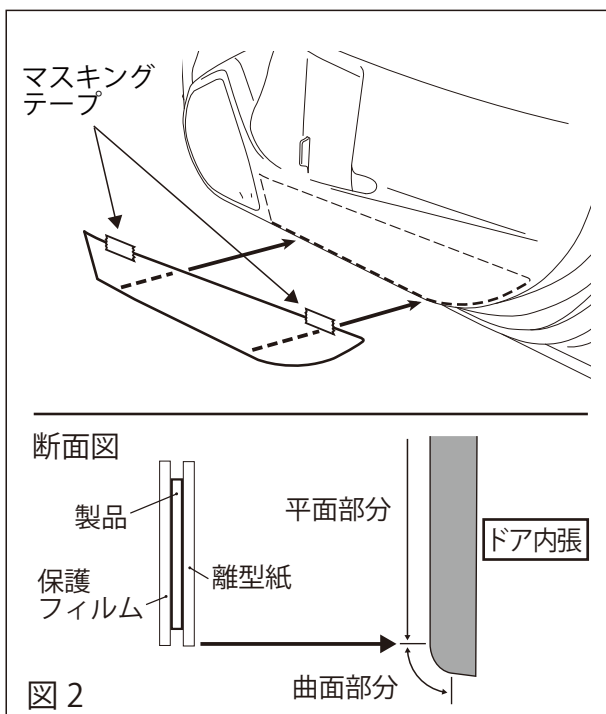

図 2
- 4) プロテクターの貼り付け位置が決まったら、マスキングテープでドア内張に仮止めします。(図 2)